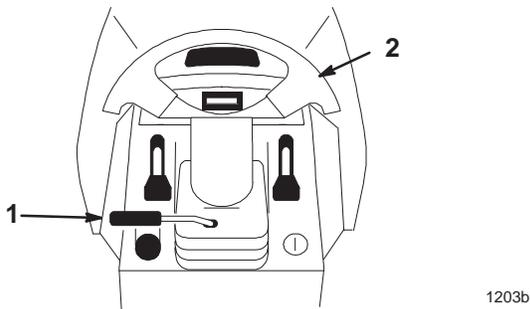

Figure 14
1. Soulever le levier de réglage pour débloquer l'inclinaison du volant (Fig. 14).